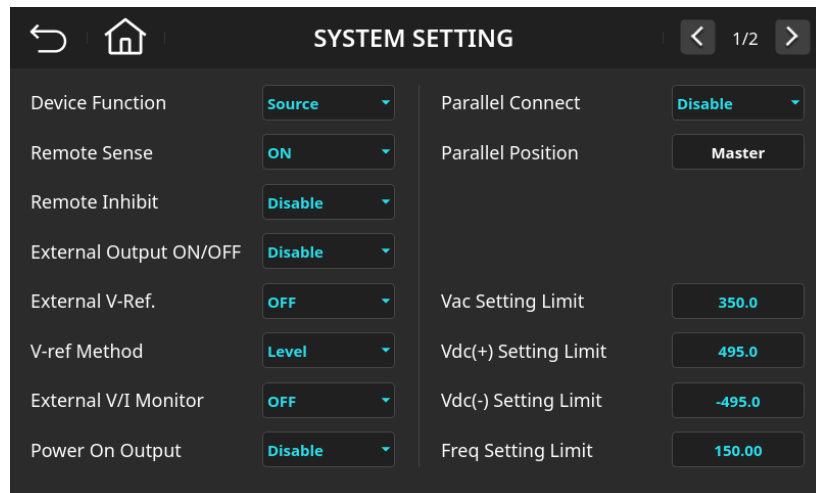

图 6-3 系统功能设定页面(Remote Sense=ON)
2. 选择 "ON" 后，远程量测功能即启用，如图 6-3。